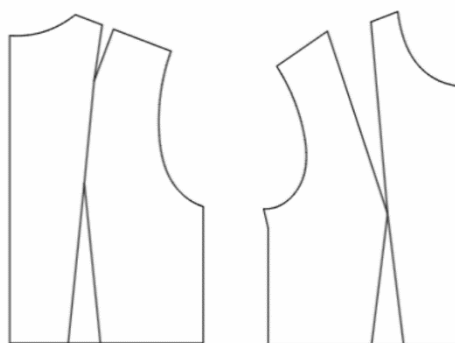

图 4-1-38 基础结构处理
③ 将前领口开大“1cm”、开深“2cm”；后领口开大“1cm”、开深“0.5cm”；用“ (剪断线)”和“ (橡皮擦)”工具删除不必要线条，如图 4-1-38 所示。